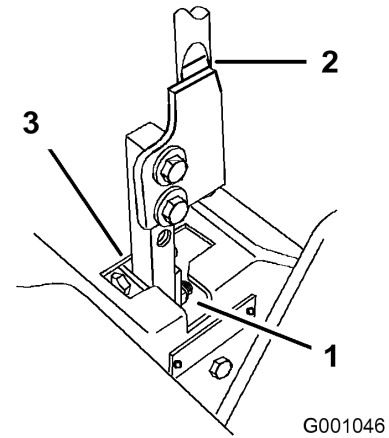

Figura 62
5. Mueva la palanca a la posición de punto muerto, pero no bloqueada (Figura 62).
6. Tire hacia atrás de la palanca hasta que el pasador (en el brazo debajo del eje pivotante) entre en contacto con el extremo de la ranura (empezando justo a tensar el muelle) (Figura 62).
7. Compruebe la posición de la palanca de control con relación a la muesca de la consola (Figura 62). Debe estar centrada para que la palanca pueda girar hacia fuera a la posición de bloqueo/punto muerto.